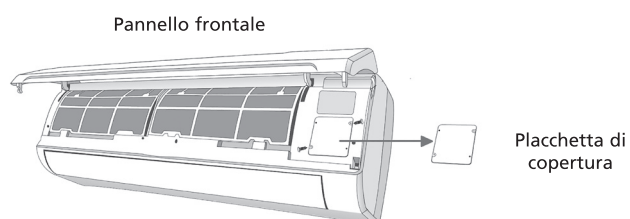

Figura 19
- Per poter montare il cavo sul blocco di allacciamento della parte interna: Rimuovere il pannello frontale e la placchetta di copertura dalla morsettiere che si trova sul retro della parte interna. Figura 19.